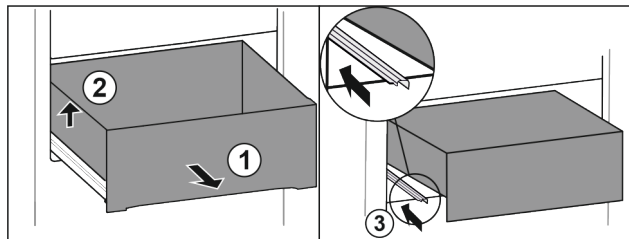

Fig. 14
- ▶ Retirer entièrement le tiroir Fig. 14 (1).
- ▶ Soulever le tiroir sur la gauche Fig. 14 (2).
- ▶ Rentrer le rail de gauche Fig. 14 (3).